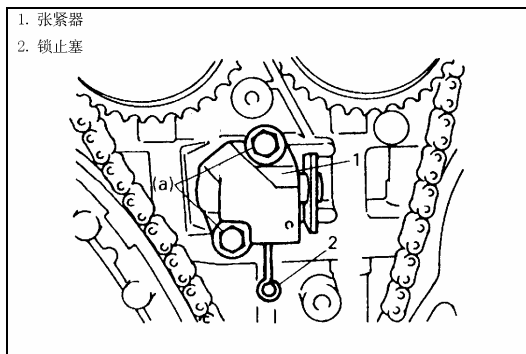

Рис. 4-42.
- 6). Установить регулятор натяжителя, Рис. 4-42.